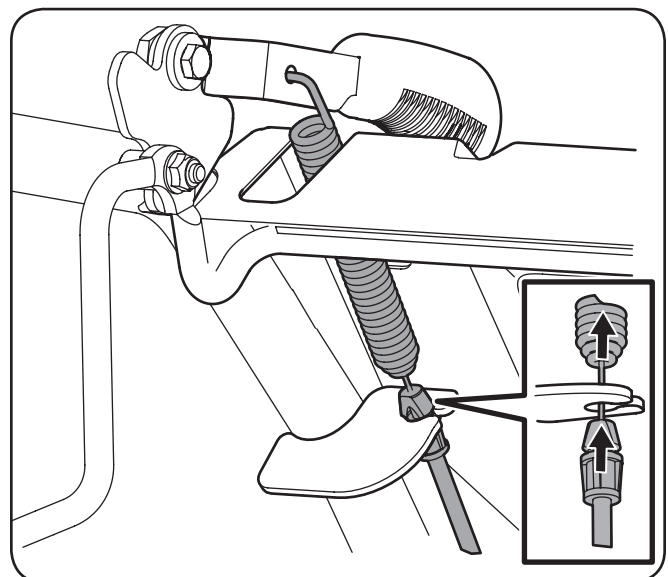

Figura 3-6
11. Pase el cable de neutro hasta la empuñadura izquierda y engancharlo en el mango neutral. Vea la Figura 3-6.
NOTA: Asegúrese de que el gancho de resorte se dirige de derecha a izquierda, como se muestra en la Figura 3-6 o la primavera llegará a la palanca.
12. Cuando el cable esté enganchado correctamente en la manija, ajústelo a presión dentro del soporte de montaje del cable tal como se muestra en la Figura 3-6.